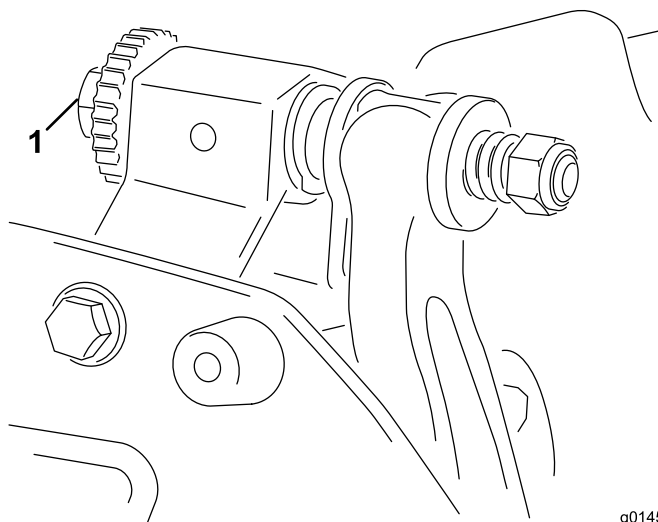

Figura 8
- A. Rode os parafusos de ajuste da barra de apoio no sentido dos ponteiros do relógio (Figura 8), um clique de cada vez, até que se veja e oia um leve contacto.
6. Rode o parafuso de ajuste da barra de apoio direita (Figura 8) até sentir uma ligeira pressão no calço deslizando-o de um lado para o outro. Retire o calço.